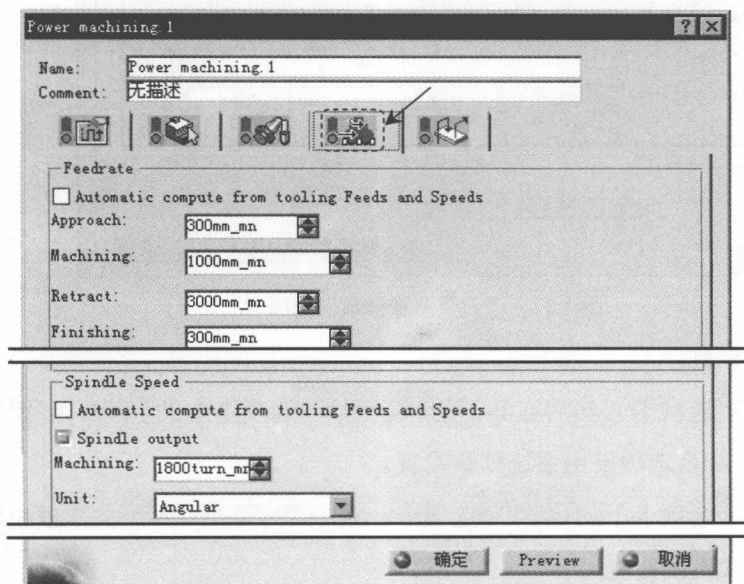

图 1.21 “进给率”选项卡
(1) 进入“进给率”选项卡。在“Power machining.1”对话框（一）中单击 选项卡。
(2) 设置进给率。在“Power machining.1”对话框（一）的 选项卡中设置图 1.21 所示的参数。